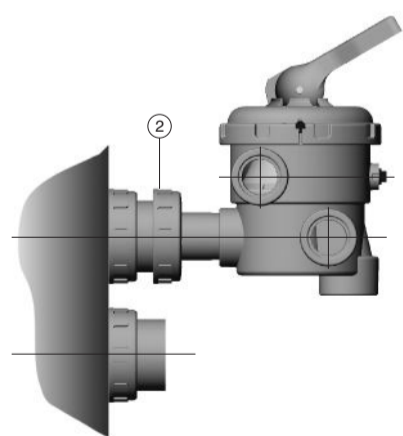

Fig. 2
- Line up the arrow marked on lid (near seal) with marking shown on body (symmetrically between "Pump" and "Return") (see fig. 2).
- Placer la flèche marquée sur le couvercle (près de la sécurité) sur la marque du corps (symétriquement entre les entrées "Pump" et "Return") (voir fig. 2).
- Situar la flecha marcada en la tapa (cerca del seguro) sobre la marca del cuerpo (simétricamente entre las entradas "Pump" y "Return") (ver fig. 2).
2. Réunir la vanne avec la sortie supérieure du filtre en visant l'écrou (2) de façon à ce que la vanne puisse tourner autour de l'axe de l'écrou (figure 2). S'assurer que le joint torique (4) est bien dans son emplacement avant de serrer l'écrou (2).
- Mettere la freccia segnata sul tappo (vicino al dispositivo di bloccaggio) sul segno del corpo (simmetricamente tra le entrate "Pump" e "Return") (vedere fig. 2).
- Den auf dem Deckel markierten Pfeil (in der Nähe der Sicherung) auf die Marke des Ventiles richten (mittig zwischen den Ventilausgängen "Pump" und "Return") (siehe fig. 2).